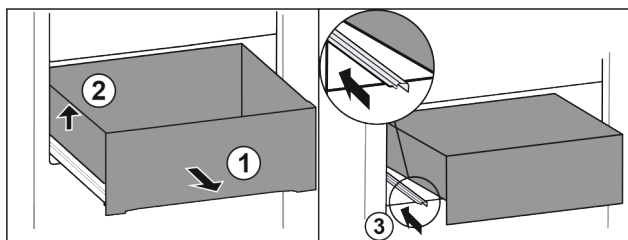

Fig. 89
- Izvadite ladicu do graničnika. Fig. 89 [1]
- Podignite ladicu lijevo. Fig. 89 [2]
- Gurnite lijevu vodilicu. Fig. 89 [3]